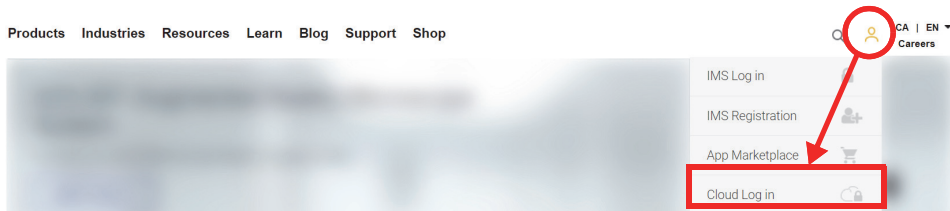

Figure 10-1 Cloud Log in (Connexion à l'OSC)
2. Créez ou rejoignez un compte existant sur l'OSC (un administrateur crée le compte et invite tous les autres utilisateurs). Rendez-vous sur www.olympus-ims.com et cliquez sur **Cloud Log in** (Connexion à l'OSC) comme le montre la Figure 10-1 à la page 253.